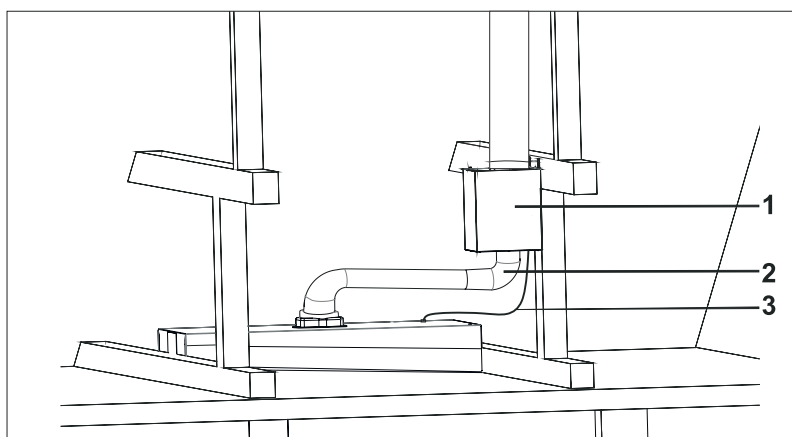

Fig. 18
13. Tilslut nu aftrækskanalen til emhætten og til den eksterne motor. Tilslut også endeligt aftrækskanalen fra den eksterne motor og ud til det fri (eksempelvis taghætte). Bekræft gerne at aftrækskanalerne sidder stramt på (brug gerne spænde-bånd) og ikke ryger af under brug. (Fig. 18).